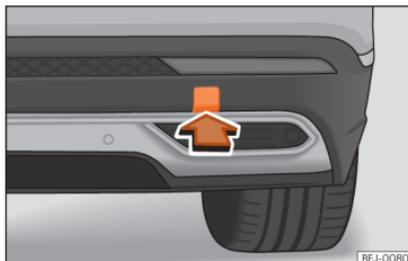

Fig. 47 No lado direito do para-choques traseiro: retirar a tampa.
O alojamento para a argola de reboque enroscável encontra-se na parte direita do para-choques traseiro, atrás de uma tampa »»» **Fig. 47.**
- Pressione sobre a zona inferior da tampa »»» **Fig. 47** para desencaixá-la.